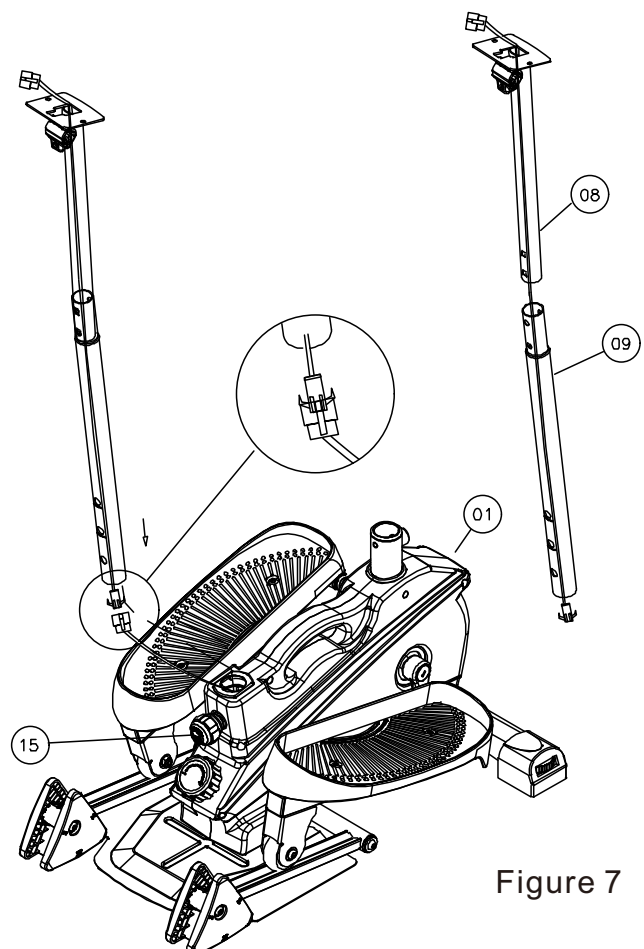

Figure 7
7. Connectez le tuyau principal 08 à l'extrémité avant au tuyau intermédiaire 09. Insérez le câble du compteur électronique dans le tuyau, connectez le câble, puis insérez-le dans l'orifice avant du châssis principal 01, et enfin verrouillez la poignée à ressort à rotule 15. Comme illustré à la Figure 7 :